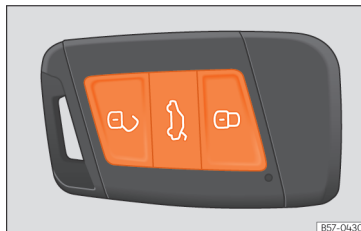

Рис. 53 Клавіші пульта дистанційного управління
- Замикання: натисніть клавішу  **рис. 53**.